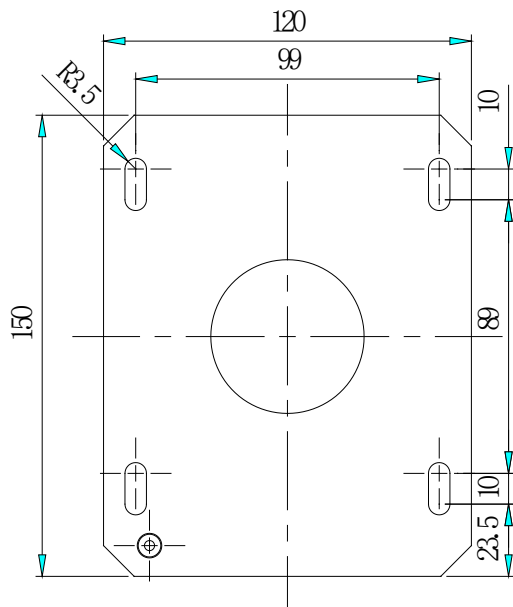

图3 隔爆声光安装板尺寸图
- JBF4374-Ex 火灾声光警报器通过螺栓固定到隔爆声光安装板上，安装尺寸如图 3 所示。